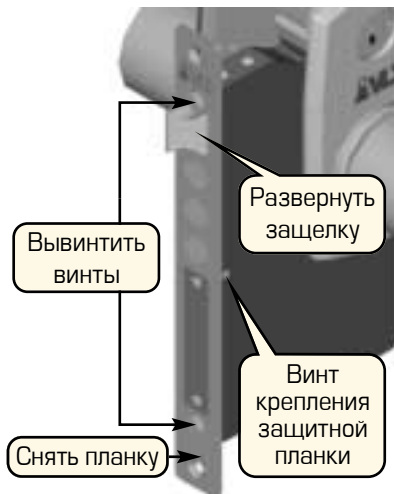

Рисунок 8 – Разворот защелки
1. При необходимости, для установки нужного положения защелки замка вывинтите два винта (рис.8), снимите планку замка и разверните защелку замка в нужном положении. Установите снятую планку замка на место, завинтите винты. **Для разворота защелки крышка замка снимать не требуется. Помните, что снятие крышки замка лишает гарантии.**